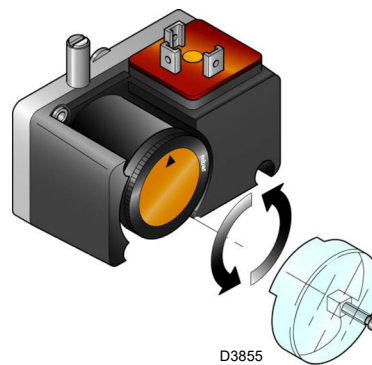

Fig. 31
- Regolare il pressostato gas di minima (Fig. 31 a pag. 36) ad inizio scala.
Eseguire la regolazione del pressostato gas di minima (Fig. 31) dopo aver regolato il bruciatore, le valvole del gas e lo stabilizzatore della rampa.